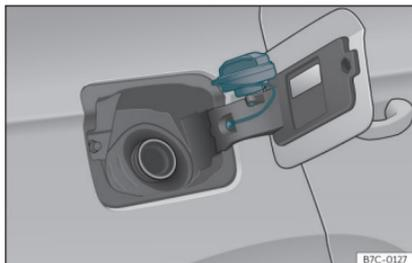

Fig. 197 Sportellino del serbatoio con all'interno il tappo.
- Collocarlo nello spazio della cerniera dello sportellino aperto»»» **fig. 197**.